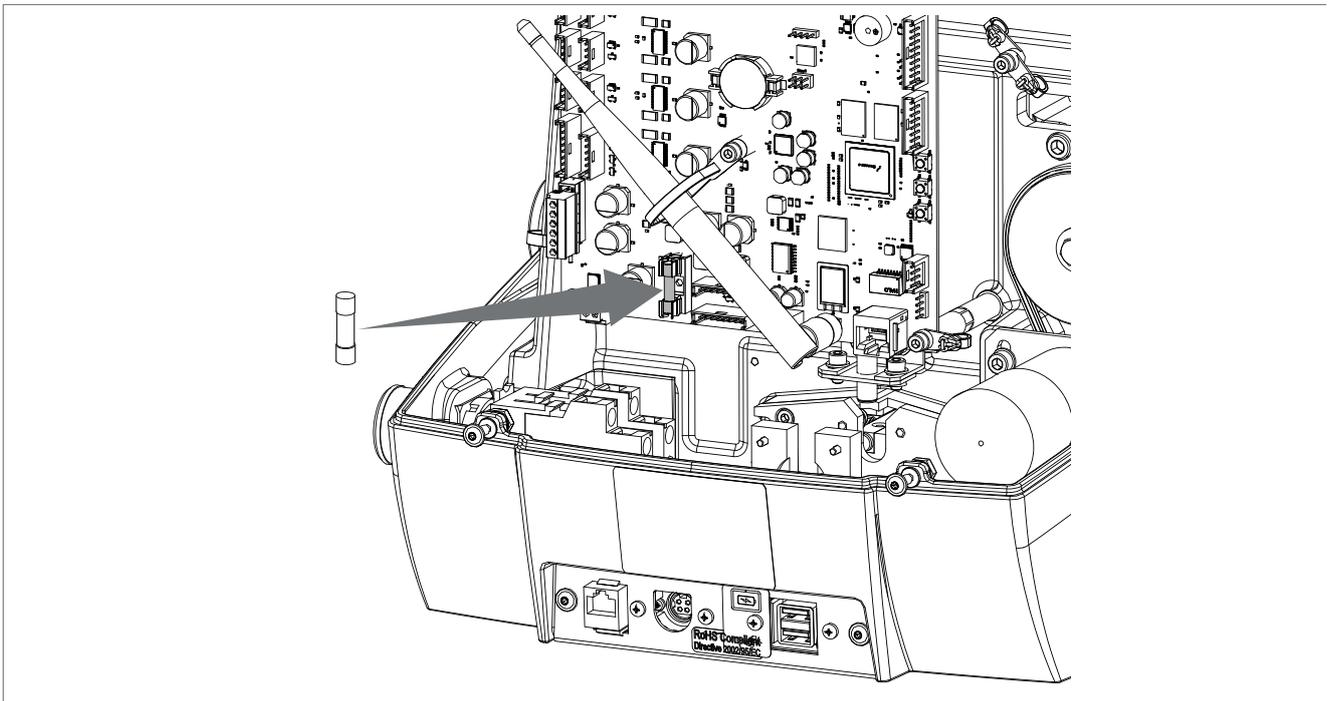

Fig. 69
- 3) Saque el fusible del alojamiento correspondiente (Fig. 69) para sustituirlo en caso de fallo.